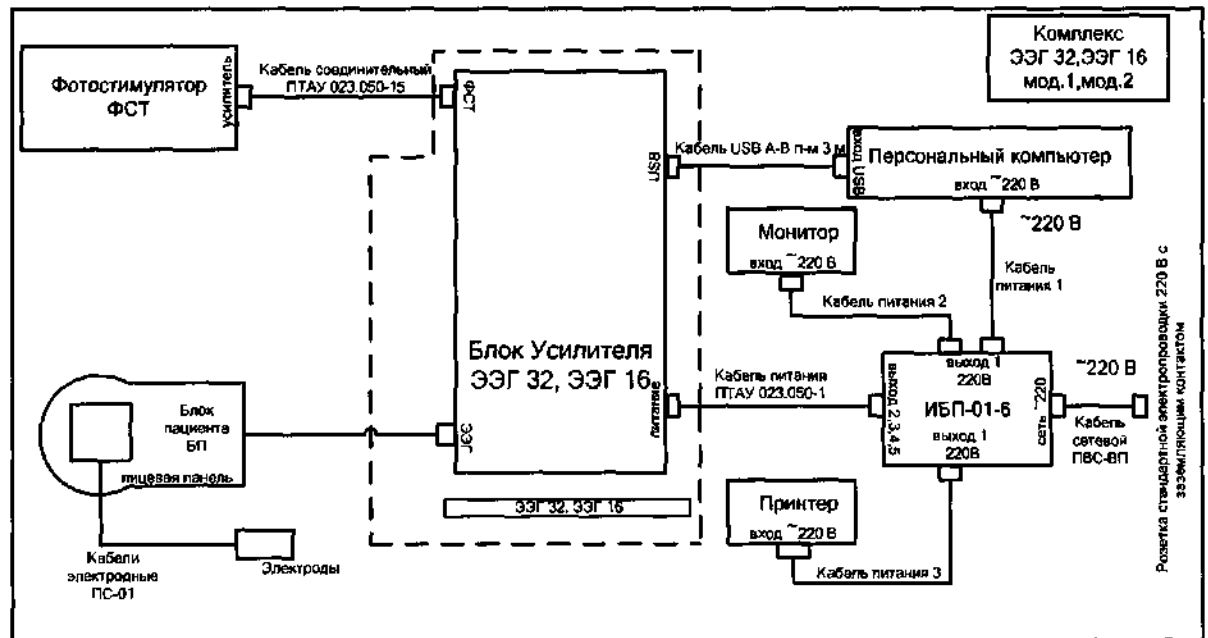

Рисунок 4.1
7.3 Выбрать место для размещения комплекса и установить его. Размещать приборы комплекса следует в соответствии с требованиями безопасности и с учетом минимизации электромагнитных наводок. Данное расположение осуществляет специалист фирмы «МБН», или другое лицо по согласованию с фирмой «МБН». Менять данное расположение запрещено. Проверить положение сетевых выключателей всех приборов комплекса: они должны быть в положении «Выкл.» («0»). Соединить блоки комплекса между собой при помощи имеющихся в комплекте интерфейсных кабелей, согласно схеме, рисунок 4.1. Соединить блоки комплекса (системного блока компьютера, монитора, принтера, блока фотостимулятора, блока усилителя ЭЭГ 32) с изолирующим блоком питания ИБП-01-6 согласно рисунку 4.1. Блок усилителя – системный блок компьютера соединить через порт USB интерфейсным кабелем.